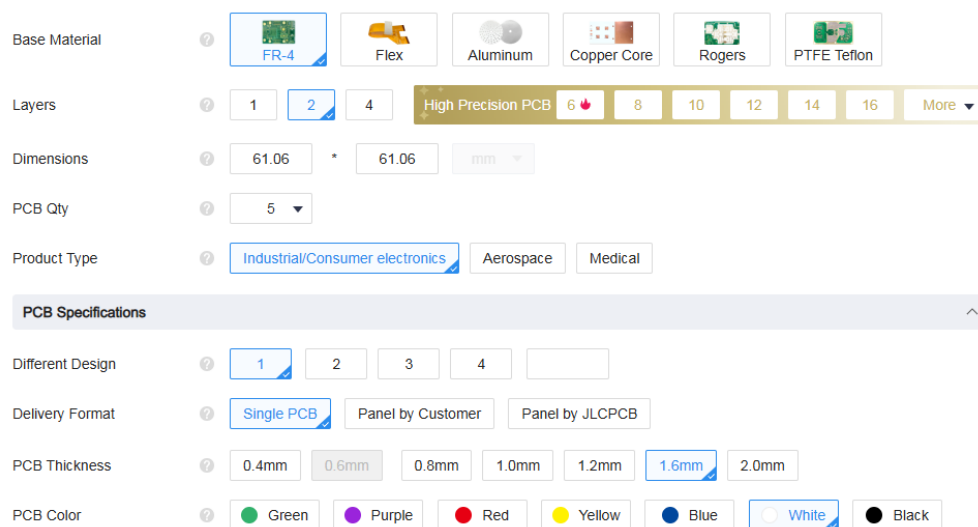

Ilustración 7 Parámetros 1.
Paso 5: Configurar los parámetros de la placa. Se dejarán todos los parámetros iguales a excepción del color el cual será blanco para una mayor reflectancia de la luz para los sensores ópticos y en cantidad dependerá de cuantas se quieran (Ilustración 7).